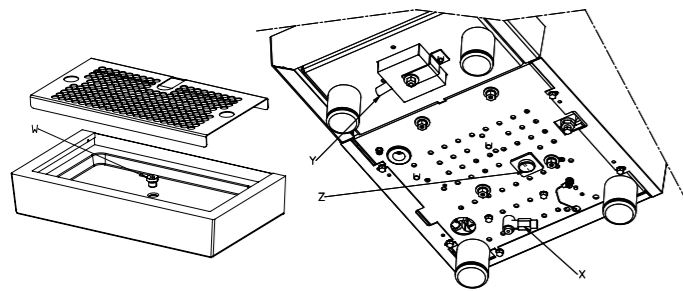

Fig. 2
Indem die Abdeckung (W) abgenommen wird und der Silikon Schlauch (25) ins Becken (Y) gelegt wird fließt das Wasser direkt ab. (siehe Abb.2)